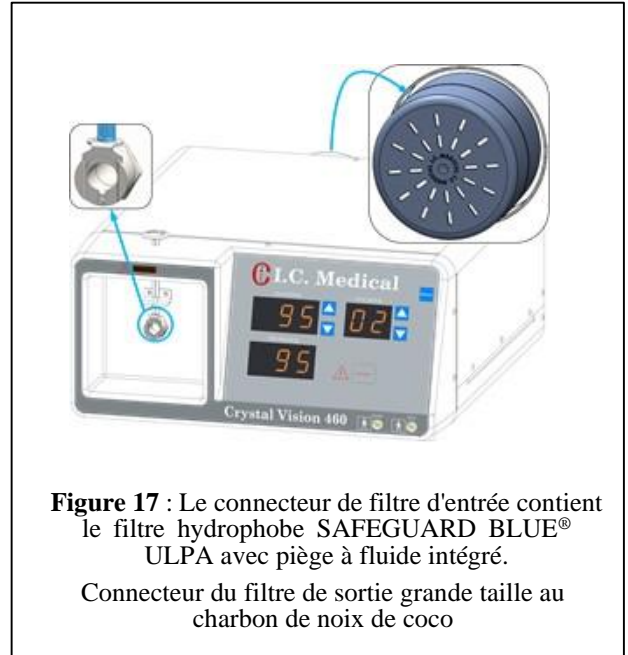

Figure 17 : Le connecteur de filtre d'entrée contient le filtre hydrophobe **SAFEGUARD BLUE®** ULPA avec piège à fluide intégré.
10. **LE CONNECTEUR DE FILTRE D'ENTRÉE** (Figure 17) contient le filtre hydrophobe **SAFEGUARD BLUE®** ULPA avec piège à fluide intégré. L'anneau métallique est poussé vers le bas pour permettre au filtre hydrophobe **SAFEGUARD BLUE®** ULPA avec piège à fluide intégré d'être relâché. Replacer le capuchon à l'extrémité du filtre hydrophobe **SAFEGUARD BLUE®** ULPA avec piège à fluide intégré entre les utilisations. Changer le filtre hydrophobe **SAFEGUARD BLUE®** ULPA avec piège à fluide intégré lorsque le voyant **CHANGER LE FILTRE** s'allume.
11. **CONNECTEUR DU FILTRE DE SORTIE grande taille au charbon de noix de coco (connecteur non illustré)** (Figure 17). Le **CONNECTEUR DU FILTRE DE SORTIE grande taille au charbon de noix de coco** est situé sur le panneau arrière de l'appareil **CRYSTAL VISION®** et contient le filtre de sortie grande taille au charbon de noix de coco. Le filtre de sortie grande taille au charbon de noix de coco est réutilisable pour plusieurs usages. Le filtre de sortie grande taille au charbon de noix de coco a une durée de vie de trois mois. Le filtre de sortie grande taille au charbon de noix de coco contrôle les odeurs et réduit le bruit de la pompe à vide.